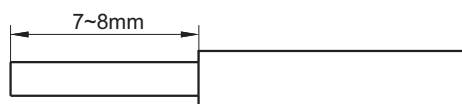
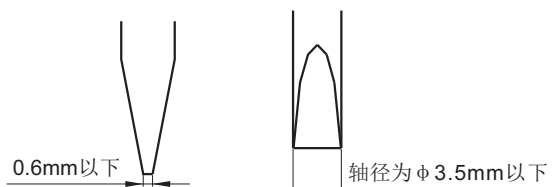
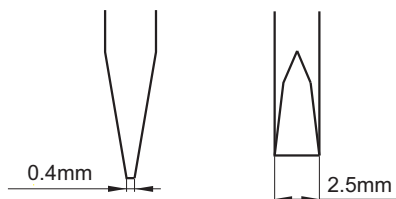

图1
图2
图3
导线前端需剥去7mm~8mm的绝缘保护层，如图1所示。请务必按此尺寸使用。
- 接线时，请使用如图2所示的螺丝刀：
一字型螺丝刀：见图2
接线时，请使用如图3所示螺丝刀。
将继电器插座防脱卡簧呈现于打开状态(详见图1)，将继电器对准插座主体型腔(详见图2)。然后逆时针扳动防脱卡扣，同时轻轻下压继电器，直至继电器完全装入插座(详见图3)。